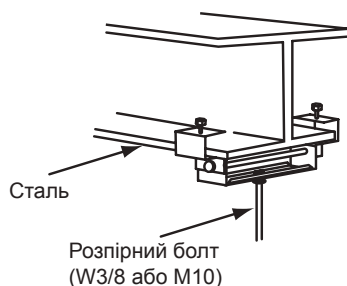

Рис. 3.4. Встановлення розпірних болтів
- (3) Переконайтеся в тому, що стеля є досить рівною — у протилежному випадку рідина не буде стікати по зливній трубі.
- (4) Укріпіть елементи фальш-стелі поруч з отвором.
- (5) Встановіть розпірні болти, як це показано на рис. 3.4.